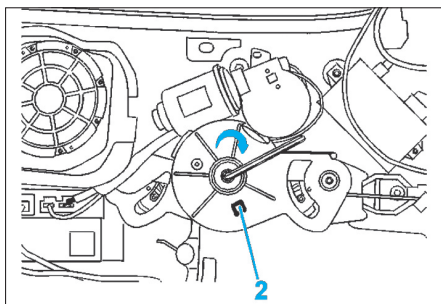

Fig. 40
- Verrouiller le mécanisme à l'aide d'un clip (2) (Fig.40).
- Retirer le clip (2) (Fig.40).